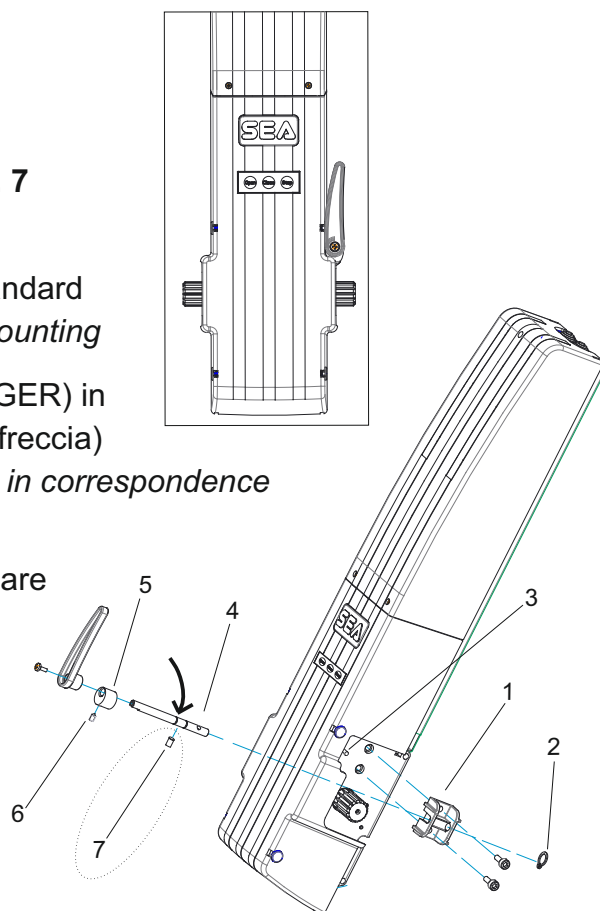

Fig. 25
1) Smontare il gruppo sblocco come mostrato in Fig. 25
*Disassemble the release unit as shown in Fig. 25*